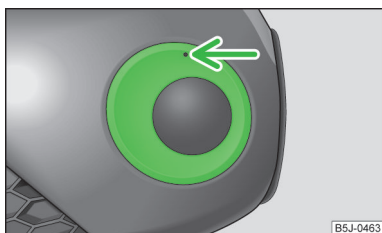

Fig. 161
- › În orificiul de deasupra proiecteurului de ceață, introduceți » fig. 161 etrierul din sârmă » pagina 179, Trusa de scule și extrageți capacul.